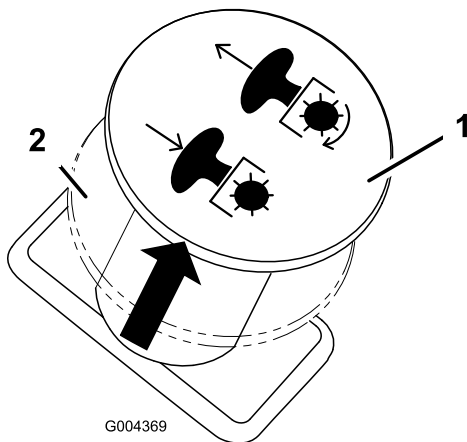

Figure 13
3. Tirez sur la commande des lames pour engager les lames (Figure 13).
Poussez la commandes de lames en position Désengagée pour désengager les lames (Figure 13).